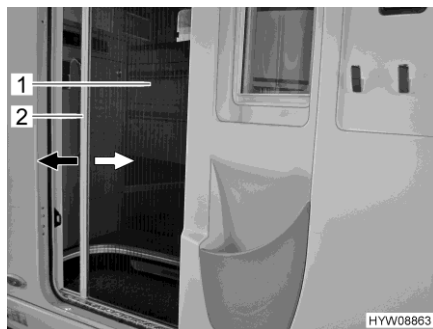

Fig. 32 Protección contra insectos (puerta de entrada)
- Agarrar el agarradero (Fig. 32,2) con ambas manos y extraer la protección contra insectos (Fig. 32,1) uniformemente del alojamiento de puerta.
- Agarrar el agarradero (Fig. 32,2) con ambas manos e introducir la protección contra insectos (Fig. 32,1) en el alojamiento de puerta presionando ligeramente.